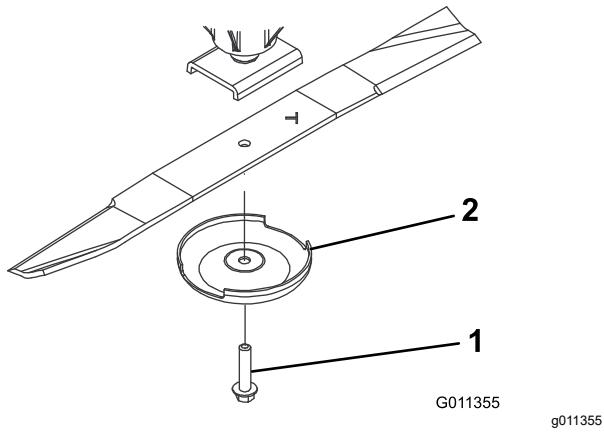

Figura 75
- Retire del eje de la cuchilla el perno de la cuchilla, el protector de césped y la cuchilla (Figura 75).